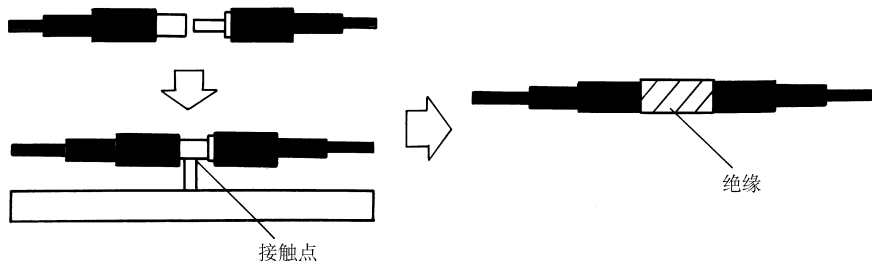

图 4-12 当接头处和车体相接触时，会产生噪声
(1) 用绝缘胶带将音频信号线接头处缠紧以保证绝缘 (图 4-12)。